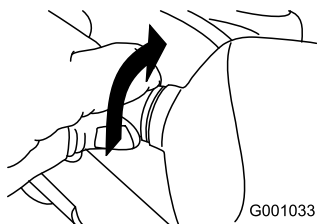

Figure 46
- Tournez la base de l'ampoule dans le sens antihoraire jusqu'à la butée (Figure 46).